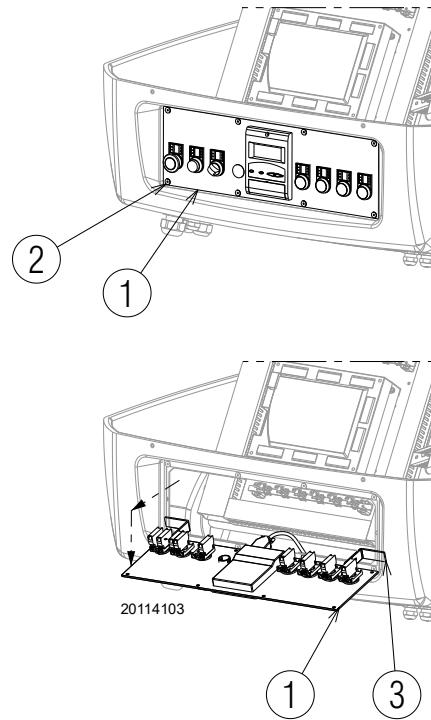

Abb. 43
- lösen Sie die Schrauben 2) (Abb. 43) der Bedientafel 1);
- ziehen Sie die Bedientafel 1) heraus und drehen Sie sie um 90°, hängen Sie sie dazu mit den entsprechenden Bügeln 3) im Profil der Schalttafel ein, wie aus Abb. 43 ersichtlich;